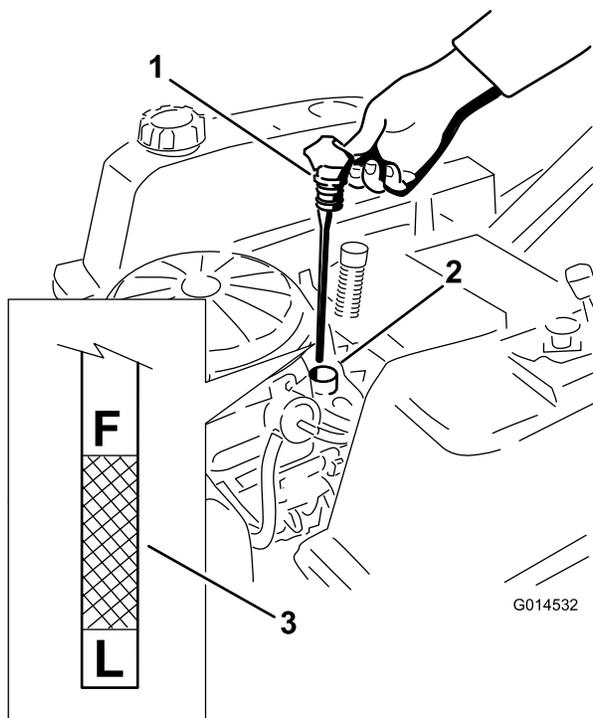

Figura 29
4. Tirate e rimuovete il tappo dell'olio/l'asta di livello; rimuovete l'olio. Reinserite l'asta di livello e premete con forza in sede (Figura 29).
5. Rimuovete l'asta e controllate il livello dell'olio. (Figura 29).
7. Girate la valvola di spurgo di 1/4 di giro in senso antiorario per aprirla e lasciate defluire l'olio (Figura 31). Togliete il tappo/asta del rabbocco dell'olio (Figura 29).
14. Versate lentamente nel tubo di rifornimento (Figura 29) l'80% circa dell'olio indicato.
15. Montate il tappo dell'olio e l'asta di livello e spingete saldamente in sede (Figura 29).
16. Controllate il livello dell'olio (Figura 29); vedere Controllo del livello dell'olio.
18. Montate il tappo dell'olio e l'asta di livello e spingete saldamente in sede (Figura 29).